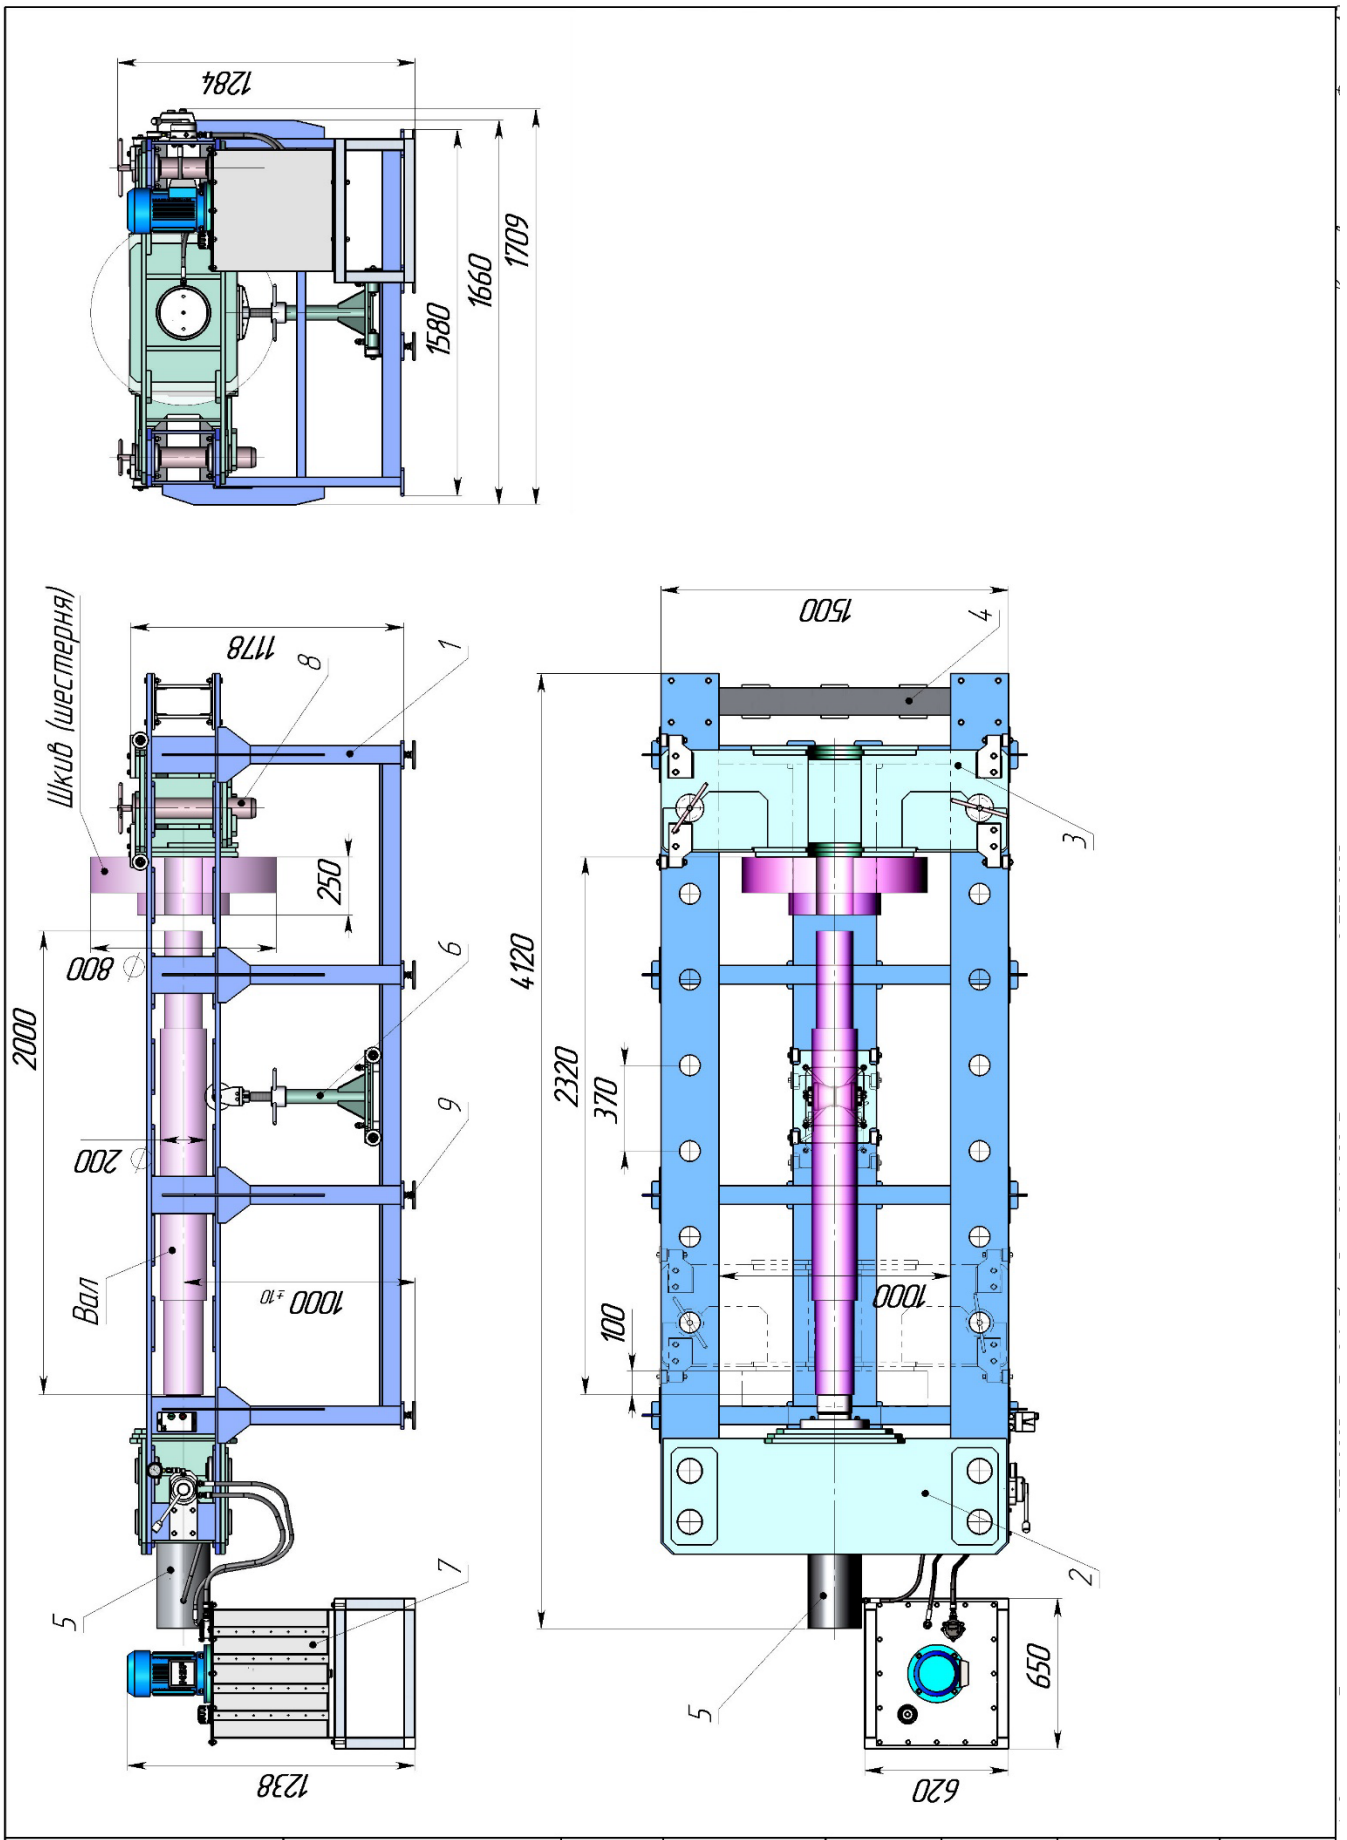

Рис. 1
Основные составные части пресса (см. рис.1): рама (1), траверса неподвижная (2) с закрепленным на ней гидроцилиндром (5), траверса подвижная (3), гидростанция (7), регулируемая по высоте опора вала (6).